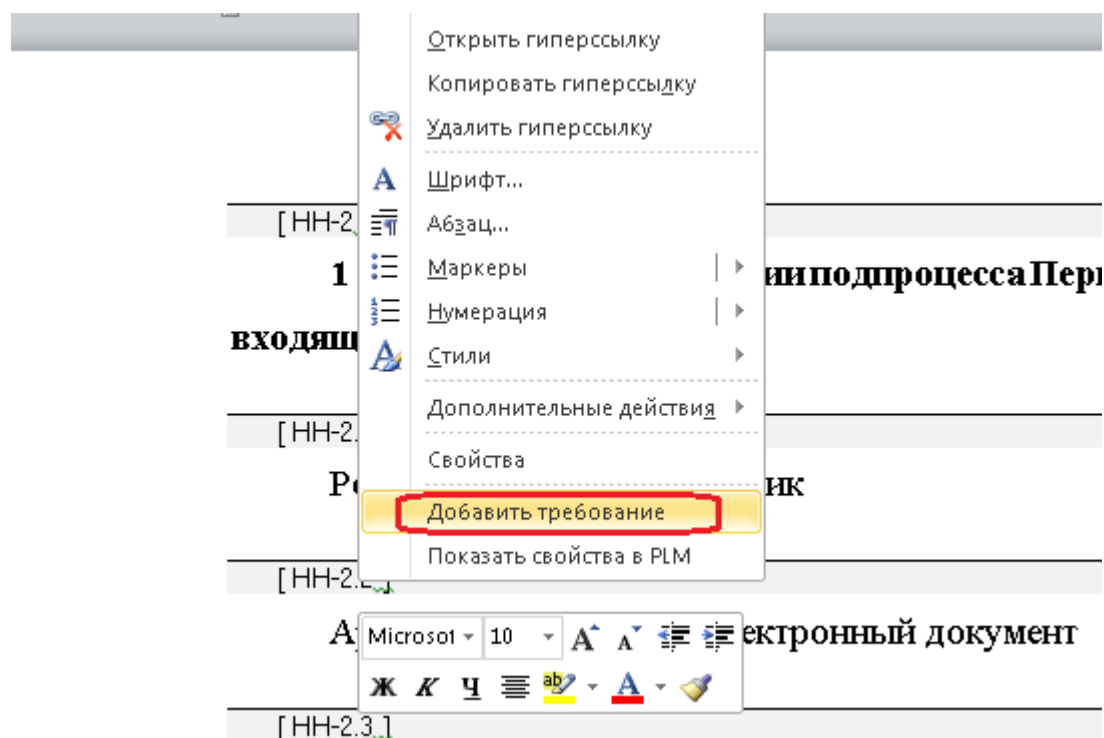

Рисунок 28 — Окно добавления требований
- а) для добавления требования после текущего необходимо поместить курсор на идентификатор и вызвать выпадающее меню (Рисунок 28);